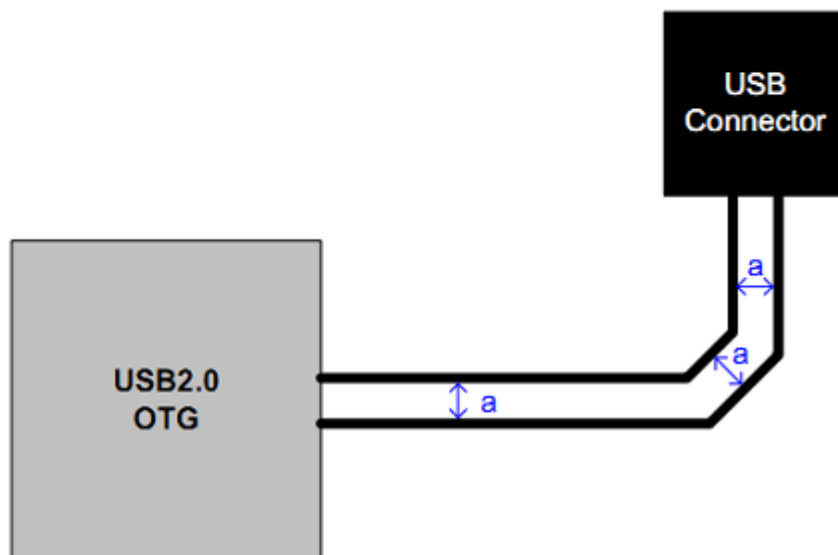

图11-3
- USB的信号走线必须严格遵循差分规则要求走线。走线拐角尽量用弧线或者钝角，不能为直角或锐角，阻抗要求 $Z=90\pm 10\text{ohm}$ ，如图11-3；